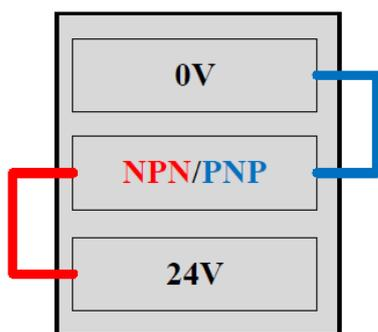
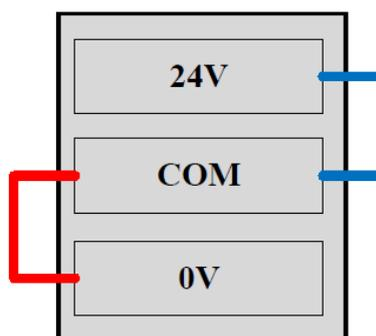

图 2-13: NPN/PNP 配置接口连接方式
图 2-14: COM 接口连接方式
- NPN → 连接至 24V 端口（参考图 2-13 中红色连接线）
- COM 口 → 连接至 0V 接口（参考图 2-14 中红色连接线）
- PNP → 连接至 0V 端口（参考图 2-13 中蓝色连接线）
- COM 口 → 连接至 24V 接口（参考图 2-14 中蓝色连接线）
请严格按照图 2-13 至图 2-14 所示方式正确连接端子，确保 COM 端的连接与相应的 NPN 或 PNP 信号配置相匹配。系统会自动检测 NPN、PNP 配置是否与 COM 端口连接相匹配，若连接缺失或连接错误，则会触发安全系统报警，如图 2-16 至图 2-15 所示。